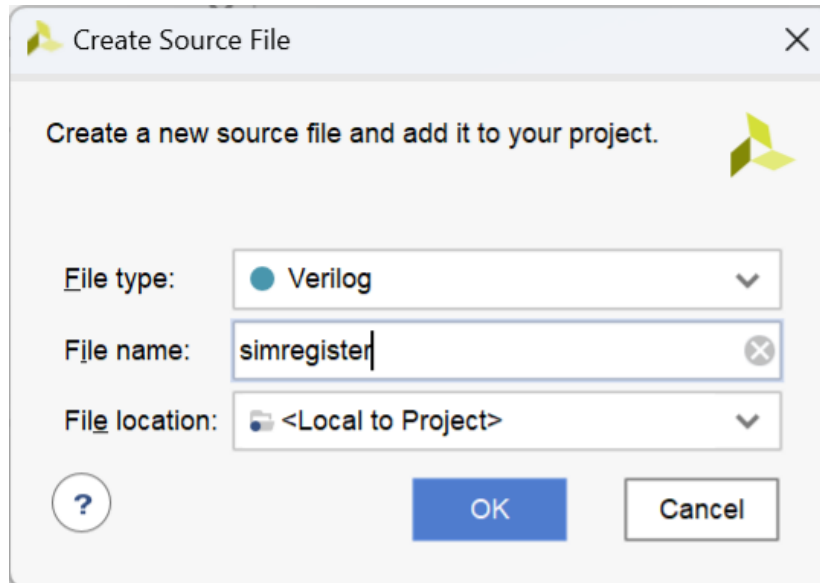

图 3.4.18 建立 register 的仿真文件
(3) 建立“register”仿真文件（图 3.4.18）。